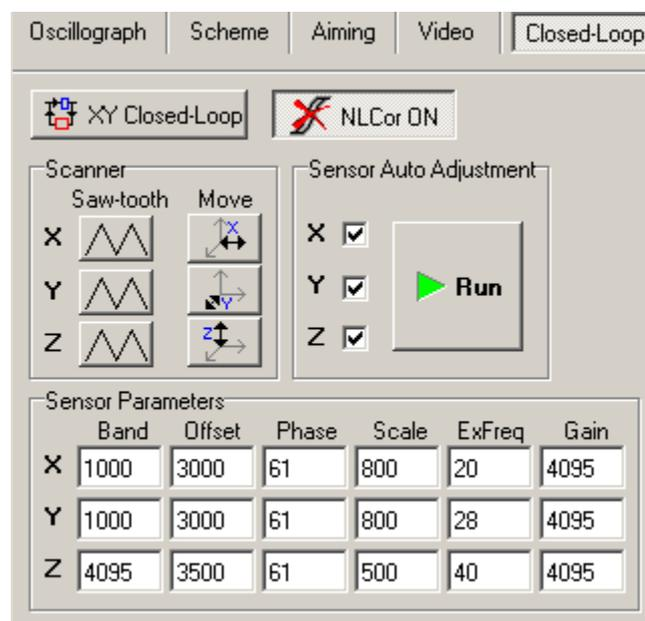

Рис. 2-18. Вкладка **Closed-Loop**
6. Перейдите на вкладку **Closed-Loop** (Рис. 2-18).